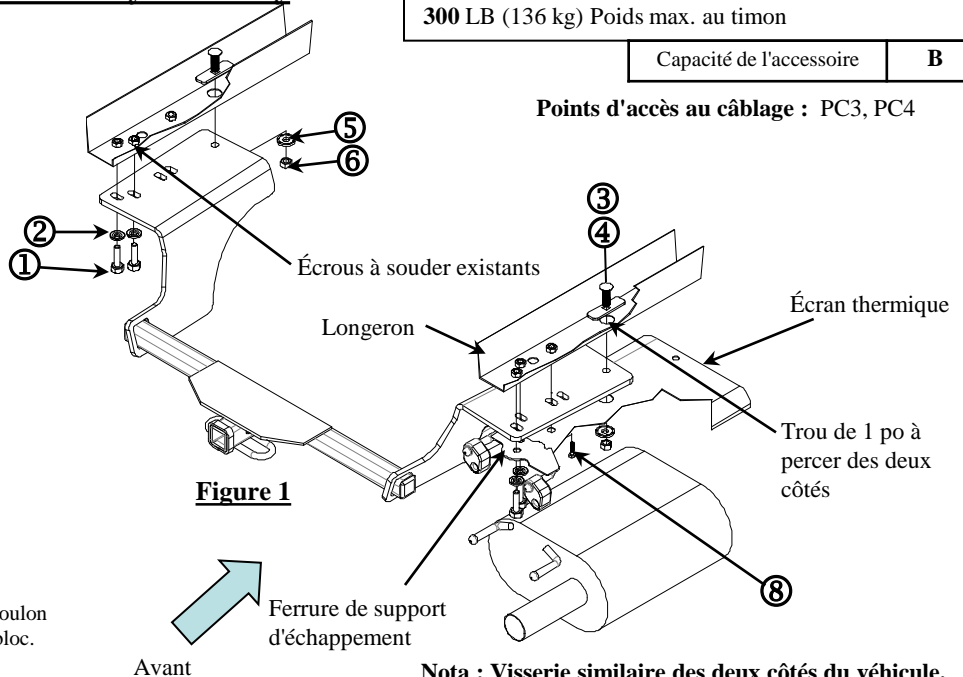

Figure 1
- Soulever l'attelage en position en acheminant le fil de tirage à travers le support. Poser les boulons M10 comme illustré du côté conducteur. Retirer le fil de tirage et poser des rondelles coniques et des écrous du côté passager. Poser la ferrure de support d'échappement côté passager, puis retirer le fil de tirage et poser des rondelles coniques et des écrous côté conducteur. Voir Figure 1.